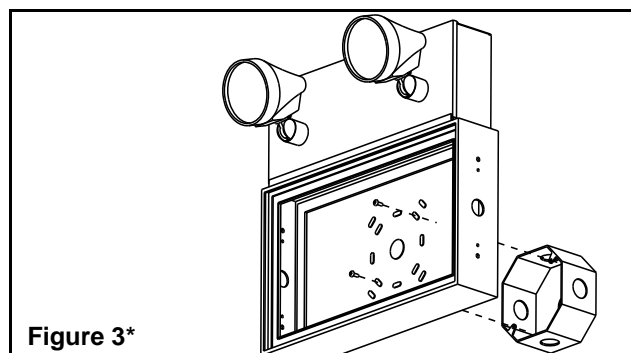

Figure 3\*
- a. Défoncer les trous appropriés dans la plaque arrière de l'enseigne pour monter à une boîte de jonction standard; soutenir la plaque avec des morceaux de bois autour des trous à découper. Pousser sur les découpes avec un tournevis (voir figure 3).